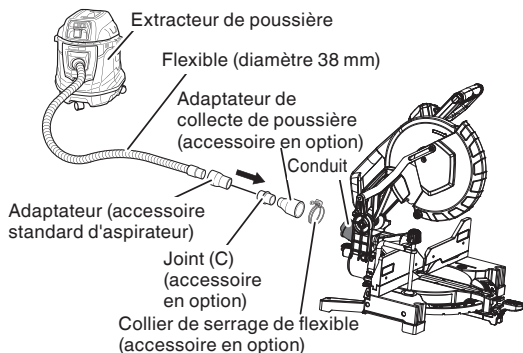

Fig. 36
10. Connexion de l'extracteur de poussière (vendu séparément) (Fig. 36)
La connexion est effectuée en appuyant dans la direction de la flèche. (Fig. 36)